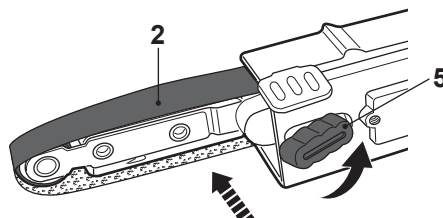

Fig. 5
- > Gire la perilla de reglaje del curso de la banda (5) en sentido antihorario para ajustar la banda lijadora (2) hacia la izquierda (Fig. 5).